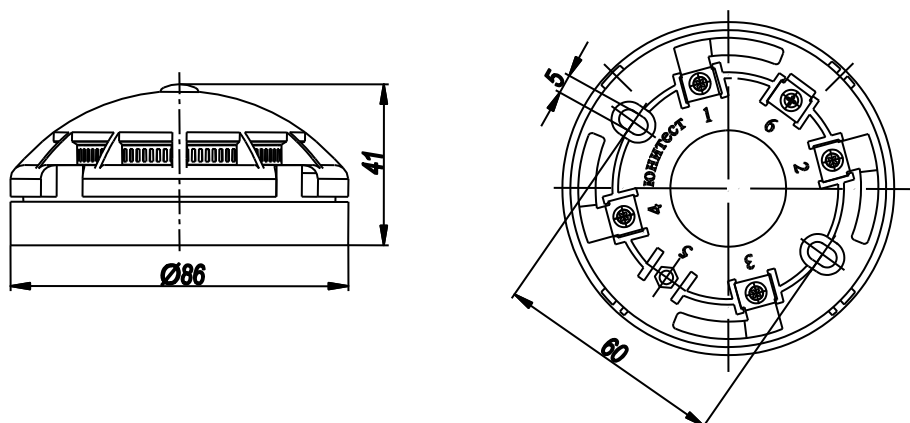
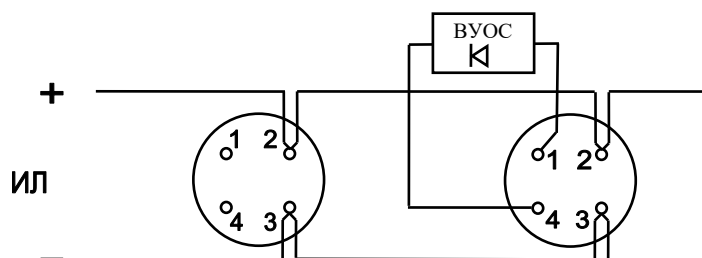

Рис.1. Габаритные и установочные размеры извещателя.
Рис.2. Схемы включения извещателя в адресную линию АПКП.
5.3. Установить базы извещателей согласно проекту. Габаритные и установочные размеры извещателя показаны на рис.1, схемы подключения – на рис.2.